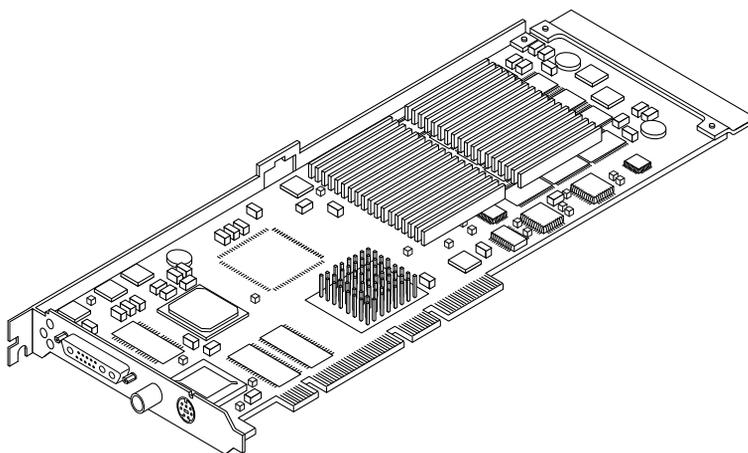

FIGURA 1-1 Acceleratore grafico Sun Expert3D
- FIGURA 1-1 Acceleratore grafico Sun Expert3D 1
L'acceleratore grafico Sun Expert3D™ (FIGURA 1-1) è un frame buffer per schede grafiche ad alta risoluzione e dalle prestazioni elevate in grado di eseguire la mappatura delle texture dell'hardware. La scheda grafica Sun Expert3D supporta risoluzioni video di 1920 x 1200 con doppio buffer e Z-buffer e risoluzioni stereo di 1280 x 1024.